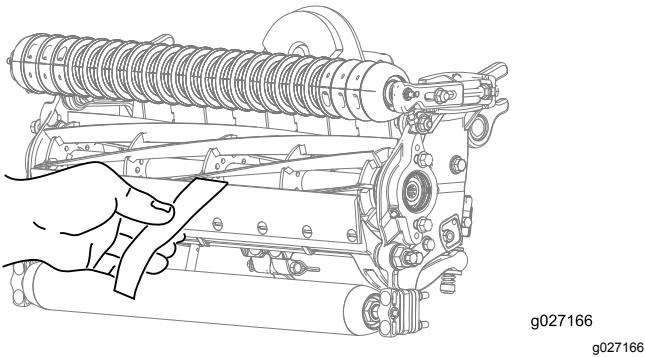

Figura 11
12. Teste o desempenho de corte inserindo uma tira comprida de papel desempenho de corte Toro entre o cilindro e a lâmina de corte, perpendicular à lâmina de corte (Figura 11).